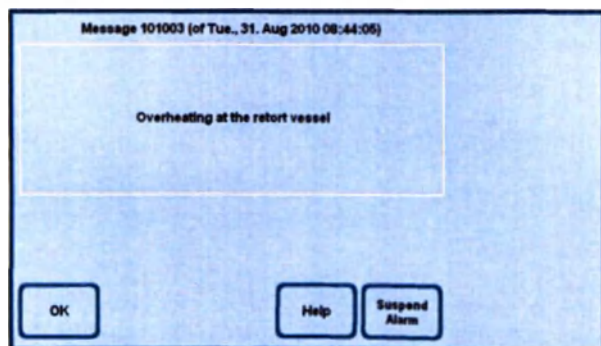

Рис. 111
- Любое сообщение (предупреждение или ошибка) выводится на дисплей в окне, как показано рядом (рис. 111).